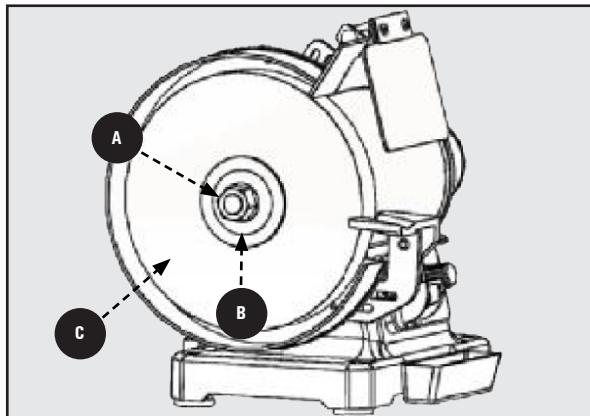

Figura 9
1. Retire los (2) y la perilla de bloqueo inferior y el perno de carro que asegura los soportes de los apoyos de las herramientas. Estos seguros la cara exterior de la guarda del disco al marco de la herramienta.
4. Retire la tuerca del eje **A**, la brida del disco **B** y el disco abrasivo usado **C**. Vea la Figura 9.